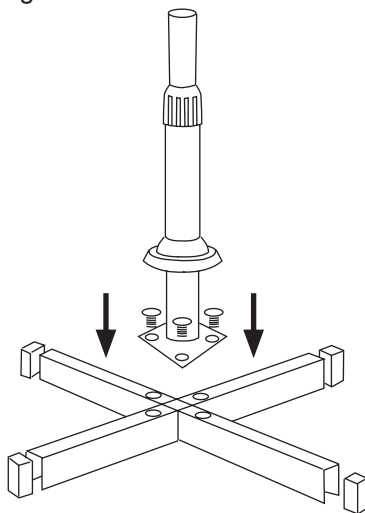

Fig.2
- El aparato dispone de una base redonda (U) sobre la que se puede apoyar el producto.
- Fijar la base al cuerpo del aparato mediante los tornillos (Fig.2).